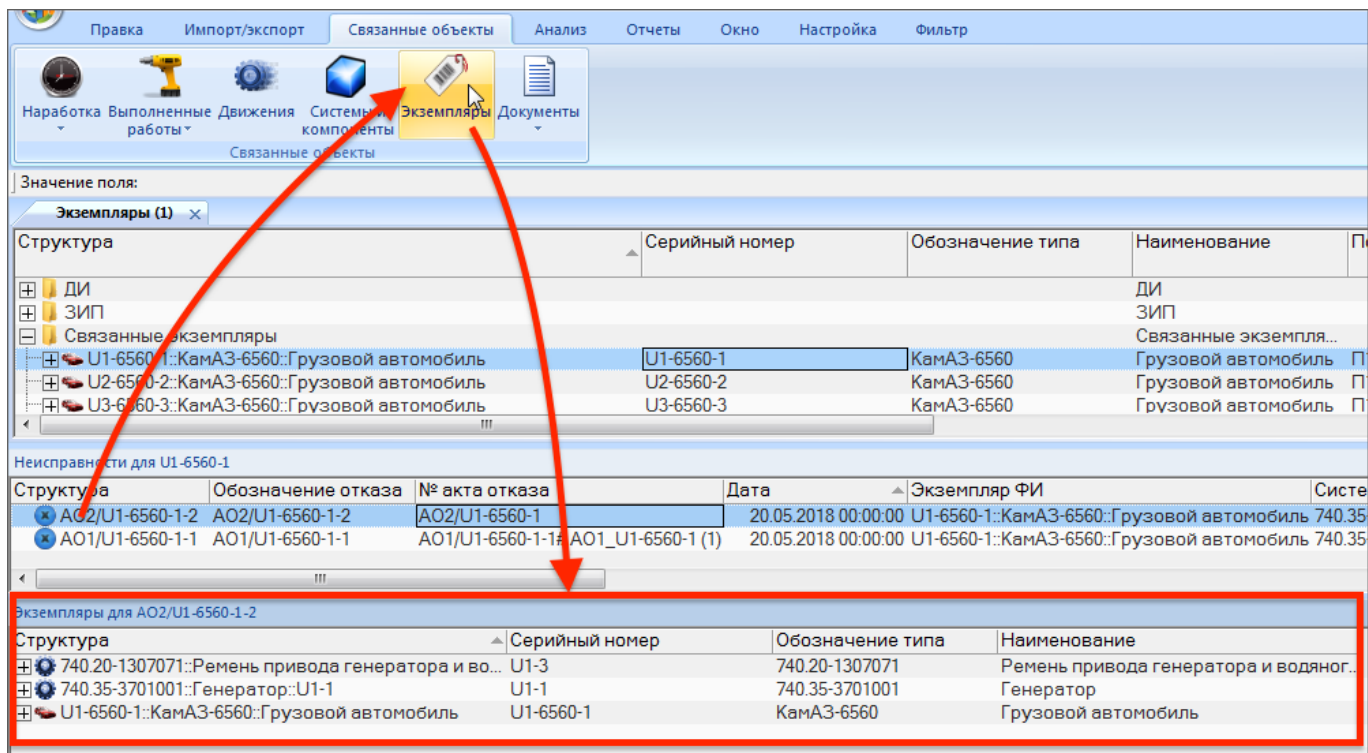

Рис. 9-35 – Связанные с отказом экземпляры ФИ, основные системы ФИ и ПКИ
– Для просмотра экземпляров ФИ, систем и ПКИ, связанных с отказом, нужно выделить неисправность в связанном окне «Неисправности» для экземпляра ФИ и открыть для нее связанное окно «Экземпляры». В этом окне перечислены связанные с отказом экземпляры ФИ, основной системы ФИ и ПКИ (рис. 9-35).